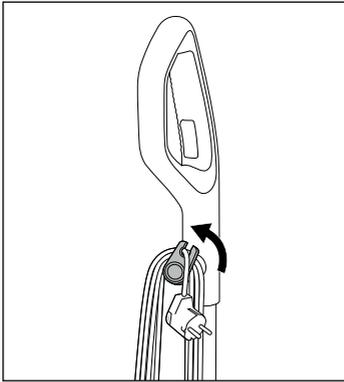

Fig. 43
► For at frigøre produktet fra parkeringspositionen skal du fiksere produktets foddel ③ med en fod, hvorefter du flytter hånddelen ① bagud.
- ◆ Træk den øverste ledningsholder ⑩ lidt ud, og drej den samtidig opad (se fig. 43).